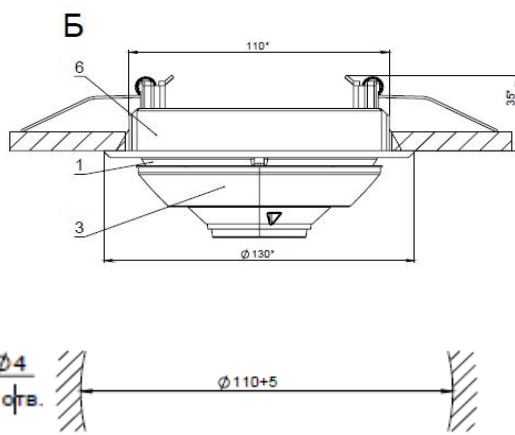

Рисунок 3
5.2 Для крепления извещателя к огнестойким плитам подвесного потолка используется монтажный комплект «МК-2» или «МК-3» для крепления базы извещателя (рис.3 поз.1). Сделайте монтажное отверстие под монтажный комплект в соответствии с разметкой (рис.3).
5.3 До окончания монтажных работ дымовую камеру извещателя рекомендуется закрывать защитным колпаком из комплекта поставки (рис.3, поз.3).